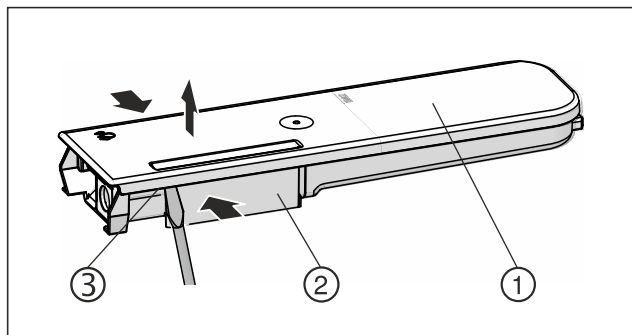

Fig. 153
- Druk het waterreservoir Fig. 153 (2) samen en til het deksel Fig. 153 (1) voorzichtig over de vergrendelingsnokken Fig. 153 (3) en trek het omhoog.
- Beweeg het deksel Fig. 153 (1) licht heen en weer en neem het naar boven toe af.